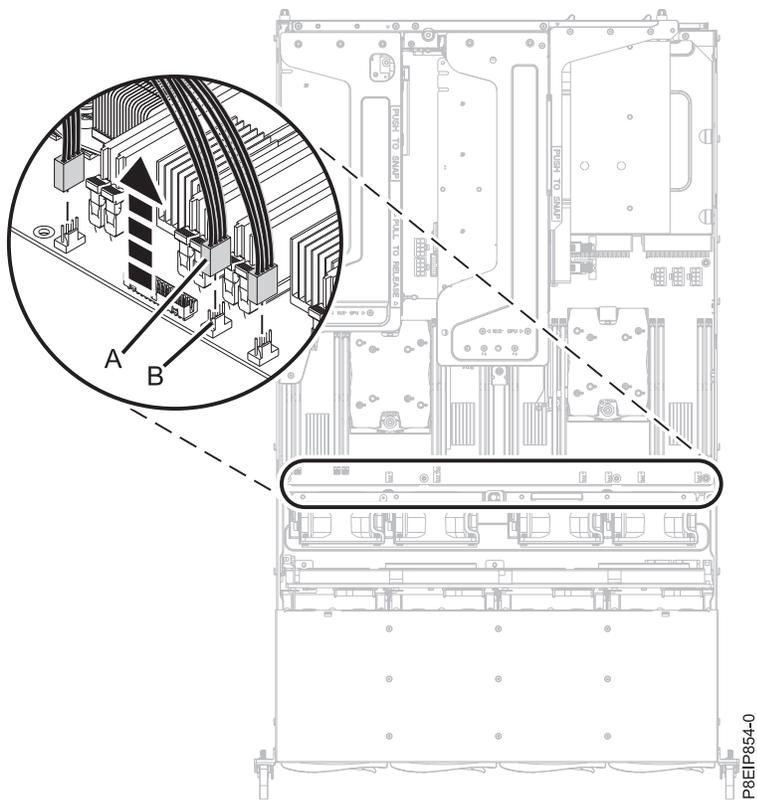

Figura 60. Desconectando os cabos do ventilador
4. Desconecte os quatro cabos de energia do ventilador do painel traseiro do sistema conforme mostrado na Figura 60 na página 51. Libere o clipe do conector **(B)** e cuidadosamente puxe para cima o conector **(A)** do painel traseiro do sistema. Não puxe os fios.